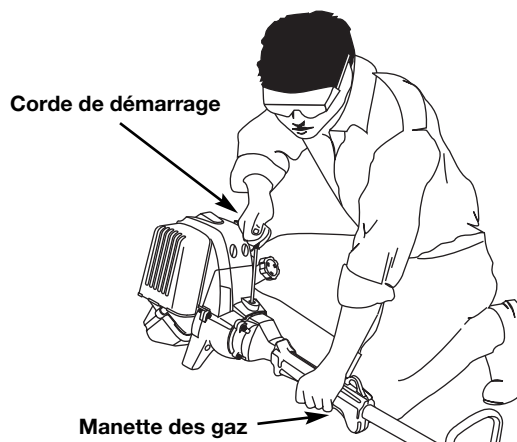

Fig. 13
**AVERTISSEMENT :** évitez tout démarrage accidentel. Tenez-vous en position de démarrage lorsque vous tirez sur la corde de démarrage (Fig. 13). L'opérateur et l'appareil doivent tous deux être en position stable pour éviter des blessures graves.
6. Accroupissez-vous en position de démarrage (Fig. 13), pressez la poignée des gaz et tirez vivement sur le cordon de démarrage à 5 reprises.